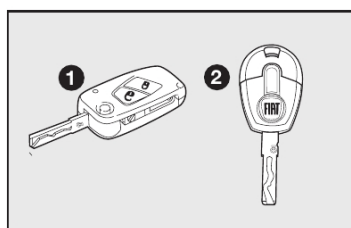

fig. 1
CHAVES - fig. 1
Com o veículo são entregues, conforme versão, uma chave **1-fig. 1** ou duas chaves **2-fig. 1**.
As chaves **1** ou **2-fig. 1** de uso normal no veículo são usadas para:
- abertura/fechamento das portas por meio do controle remoto (chave **1-fig. 1**).
Para a chave **2-fig. 1** está prevista a predisposição para instalação de controle remoto.